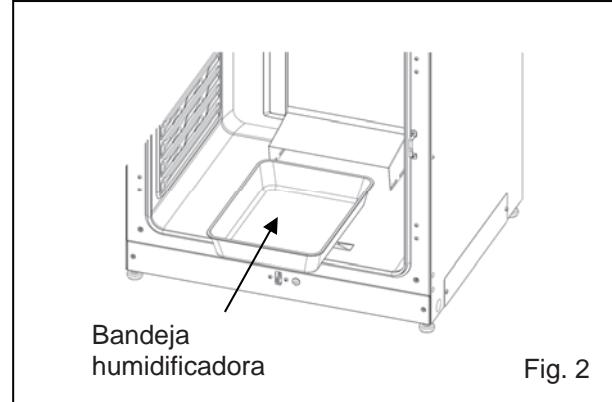

Fig. 2
3. Saque la bandeja humidificadora (Fig. 2).